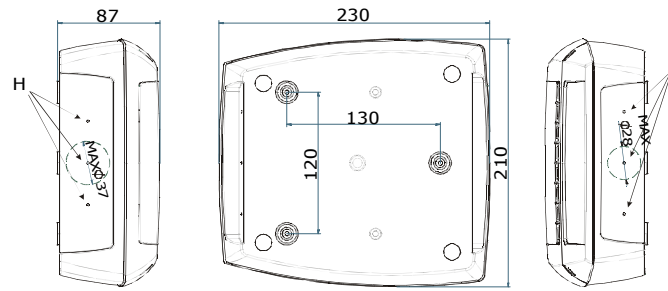

FIG. 3
3. Maak de kabeldoorgangen aan de onderzijde door gebruik te maken van de centers die reeds aanwezig zijn (Fig. 3, H, I,). Maak nu de gaten in de muur voor de bevestiging van de kast (Fig. 3, L, M, N).
5. Bevestig nu de achterzijde van de kast aan de muur gebruik makend van de dichtingsringen (Fig. 3, L, M, N) .
5. Maak de kabeldoorgangen aan de onderzijde door gebruik te maken van de centers die reeds aanwezig zijn (Fig. 3, H, I).